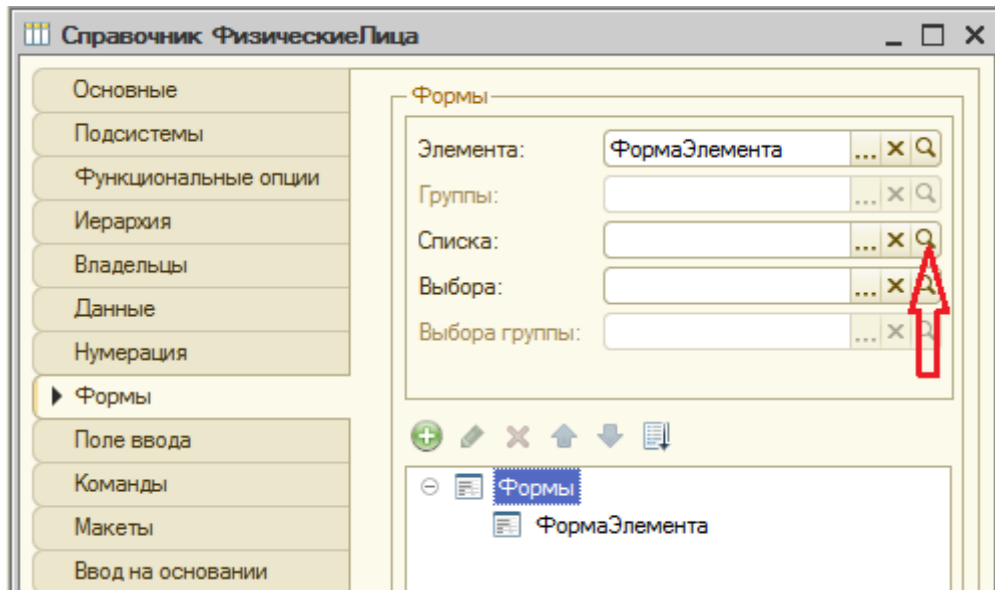

Рисунок 8.13 – Создание формы списка справочника «Физические лица»
13.1 Откроем в конфигураторе объект **Справочник Физические лица**, закладку **Формы**, создадим новую форму списка (рисунок 8.13).